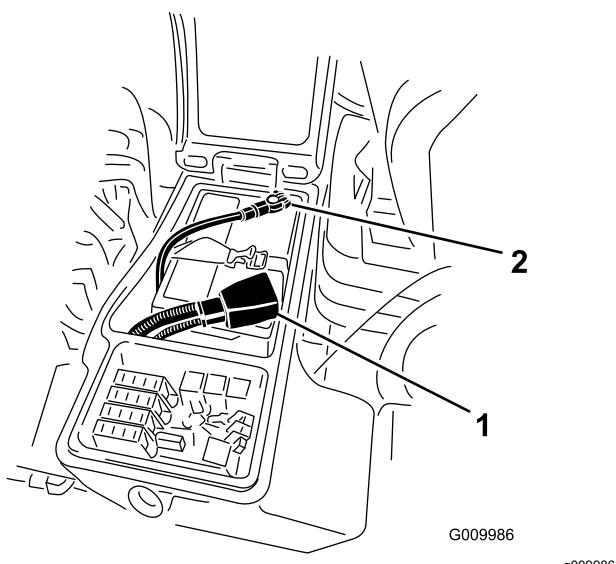

Bild 59
3. Klemmen Sie das Minuskabel (Schwarz) vom Minuspol (-) des Akkus und das Pluskabel (Rot) vom Pluspol (+) des Akkus ab (Bild 59).
6. Klemmen Sie das Pluskabel (Rot) am Pluspol (+) des Akkus und das Minuskabel (Schwarz) am Minuspol (-) des Akkus an (Bild 59).